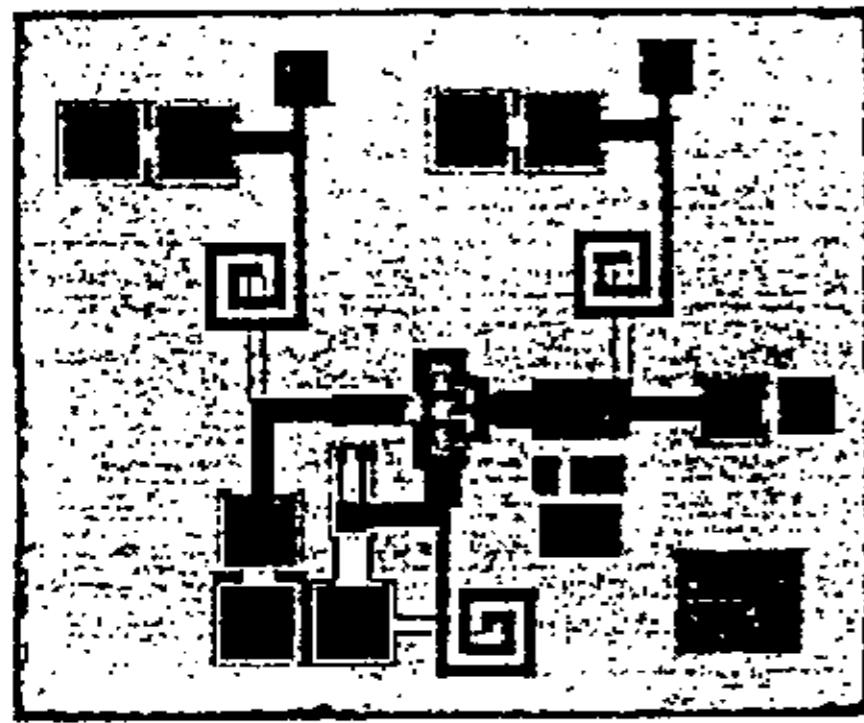
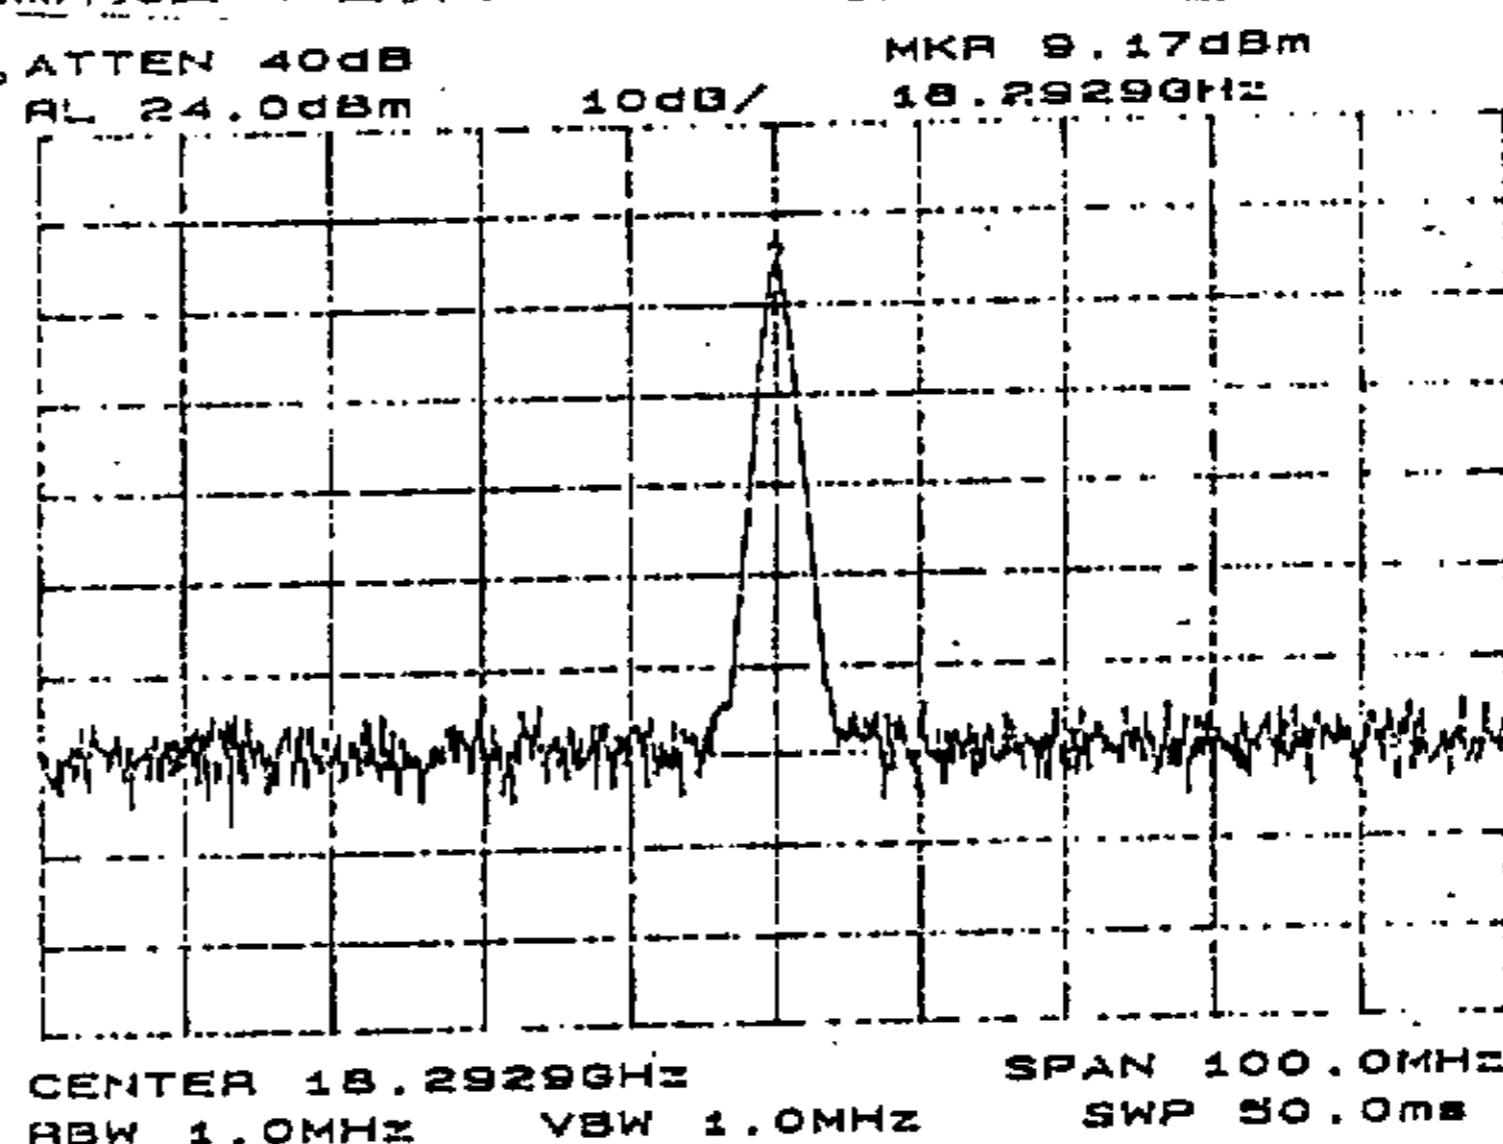

图4 Ku波段单片振荡器照片
图5 Ku波段单片振荡器频谱测试结果
1、Ku波段单片振荡器芯片（照片见图4）面积 $1.2\times0.9\text{ mm}^2$ 。在 $18.29\text{GHz}$ 输出功率达 $9.17\text{dBm}$ ，其频谱测试结果见图5。